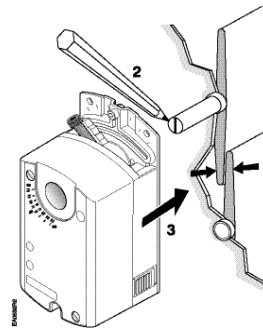

Figure 6. Monter le servomoteur sur l'axe du volet.
Le servomoteur GDE/GLB est livré d'usine avec un guide pour axe d'un demi-pouce installé. Si la taille de l'axe est de 1/2 pouce, passer à la figure 6.
3. Passez à la figure 6.
2. Montez le servomoteur sur l'axe à la figure 6